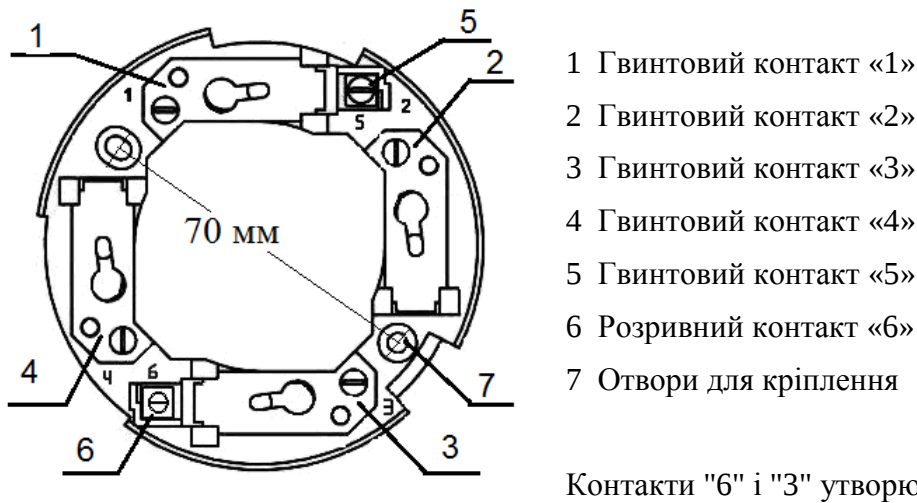

Рис. 1 Загальний вигляд, настановні розміри і нумерація контактів бази Б103-03
6.2 Сповіщувач з'єднуються зі ШПС за допомогою бази. База кріпиться в місці встановлення сповіщувача за допомогою двох дюбелів ($\varnothing 6 \times 25$) мм і двох самонарізаючих гвинтів ($\varnothing 3 \times 30$) мм (гвинти та дюбелі в комплект постачання не входять). Міжцентрова відстань між кріпильними отворами бази вказана на Рис. 1.